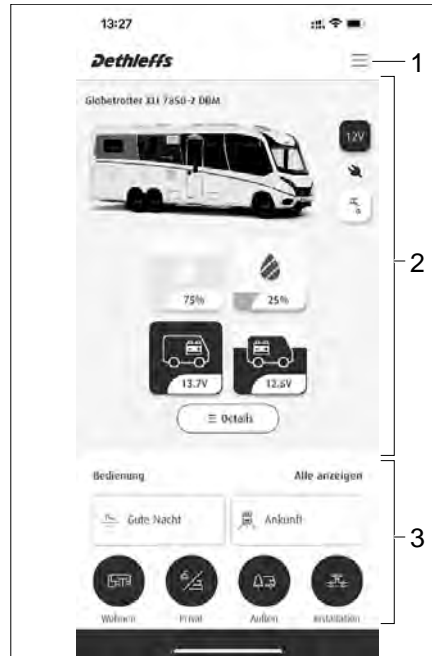

Bild 277 Aufbau der Dethleffs Connect App
- Menü-Bereich (Bild 277,1)
- Informationen zum Fahrzeug (Bild 277,2)
- Bereich Bedienungen und Szenarios (Bild 277,3)